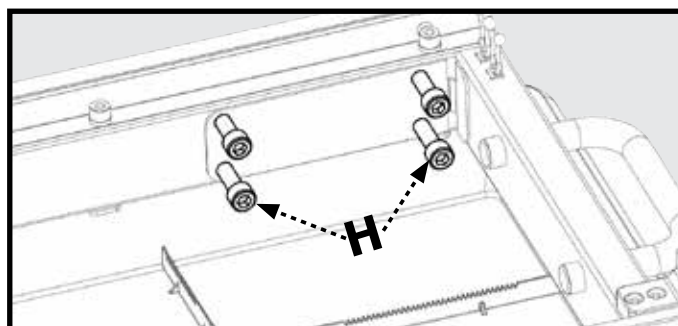

Figura 7
2. Sujete el conjunto del brazo de sierra utilizando los cuatro tornillos de cabeza hexagonal M10 X 60 (H1) y la llave Allen de 8 mm (H2) como se muestra en la Figura 7.